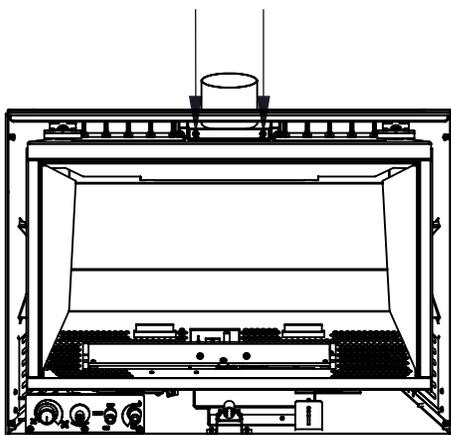

Figure 25: Les Vis de Collier de Plaque
5. Si l'ouverture du foyer est inférieure à 20" (483mm), retirer le collier de plaque de ventilation en haut de l'insert en enlevant les deux vis à T-20 Torx situé sur le dessus du centre de l'unité au-dessus de l'ouverture de porte (voyez Figure 25). Glisser la plaque col en arrière. Attachez le collier plaque de ventilation au revêtement déjà installé dans la cheminée. Veillez à ne pas trop étirer la revêtement.